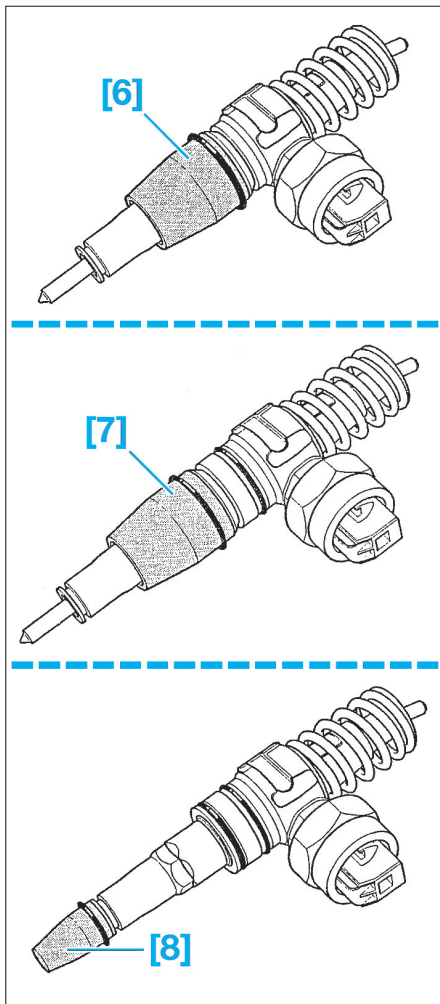

Fig. 34
- [6]. Douille de montage réf VW : T10056/1 (Fig.34)
- [7]. Douille de montage réf VW : T10056/2 (Fig.34)
- [8]. Douille de montage réf VW : T10056/3 (Fig.34)
- Mettre en place la douille de montage [6] sur l'injecteur-pompe, en l'enfonçant jusqu'en butée (Fig.34).